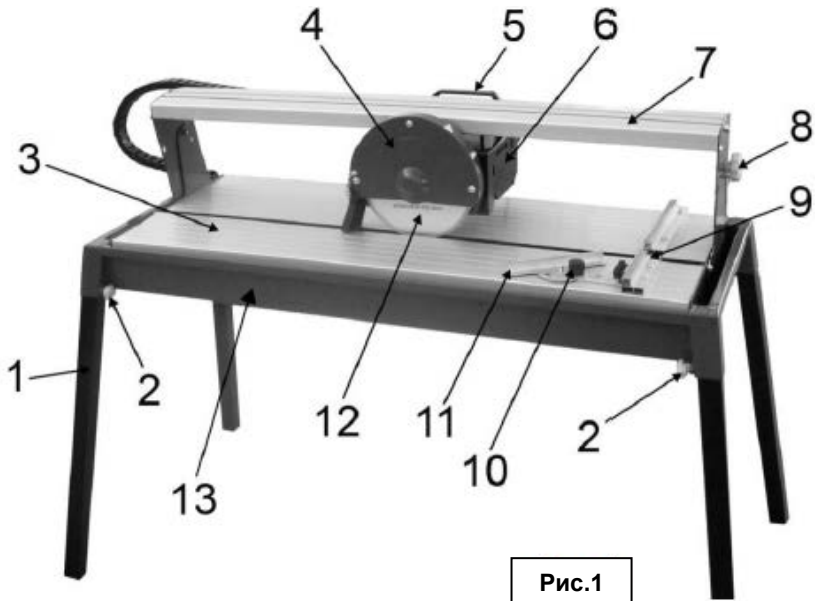

Рис.1
ОПИСАНИЕ УСТРОЙСТВА (Рис.1)
2. Установите насос в посадочное место внутри емкости для воды (13, Рис.1). Слегка нажмите на корпус насоса до щелчка. Щелчок указывает на фиксацию насоса.